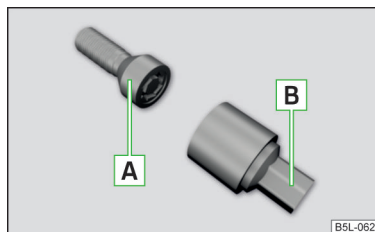

Abb. 167
Die Anti-Diebstahl-Radschrauben schützen die Räder vor einem Diebstahl. Diese können nur mithilfe des Adapters **B** » Abb. 167 gelöst bzw. festgezogen werden.
- › Den Adapter **B** » Abb. 167 mit der verzahnten Seite bis zum Anschlag in die innere Verzahnung im Kopf der Anti-Diebstahl-Radschraube **A** stecken.